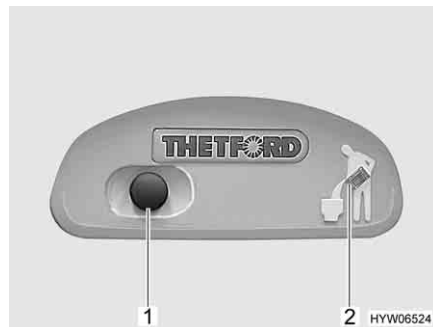
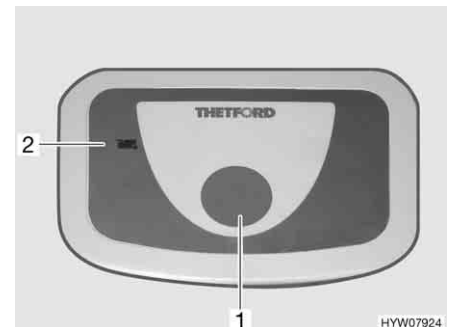

Fig. 166 Bouton pour la chasse d'eau/voyant de contrôle des toilettes Thetford
Fig. 167 Bouton pour la chasse d'eau/voyant de contrôle des toilettes Thetford (alternative)
- Pour actionner la chasse d'eau, appuyer sur le bouton bleu (Fig. 166,1 ou Fig. 167,1).
Le voyant de contrôle (Fig. 166,2 ou Fig. 167,2) s'allume lorsque le réservoir pour matières fécales doit être vidé.